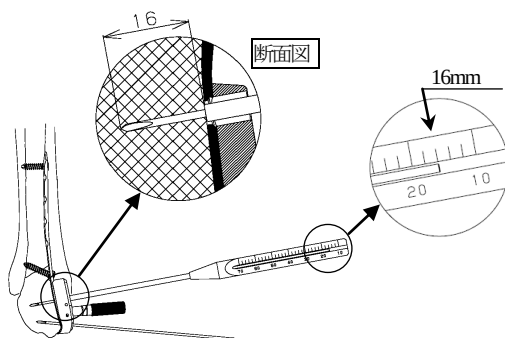

図18
- 5) 2.5 ドリルスリーブ (T) 又は2.5 ドリルガイドを取り外し、1.3 ガイドピンデプスゲージ先端を骨面に当接させ、骨面からのガイドピン刺入深さを計測します。(図18)